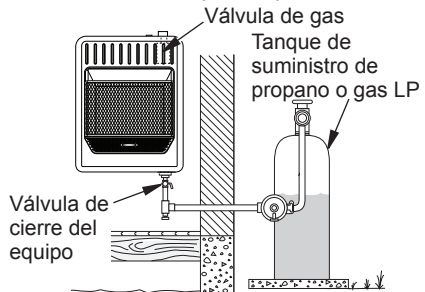

Figura 18 - Propano/LP suministro de gas
3. Revise todas las uniones desde el medidor de gas, tanto para suministro de gas natural o propano/LP, hasta la válvula de cierre del equipo (consulte la figura 18 o 19). Aplique en todas las uniones algún líquido de detección de fugas que no sea corrosivo. La formación de burbujas indicará una fuga.
4. Revise todas las uniones entre la válvula de cierre del equipo y válvula de control (consulte la figura 18 o 19, página 49). Aplique en todas las uniones algún líquido para detectar fugas que no sea corrosivo. La formación de burbujas indicará una fuga.